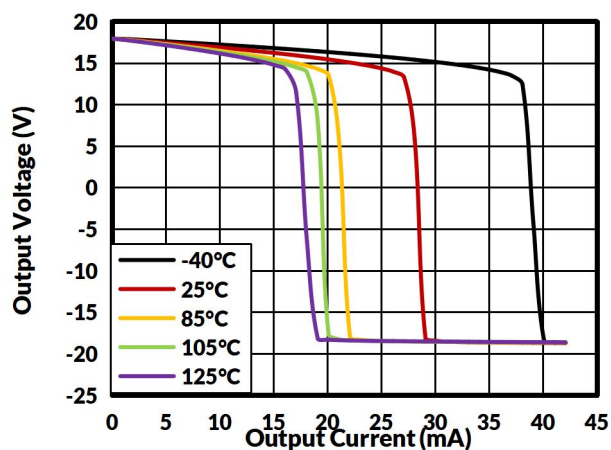
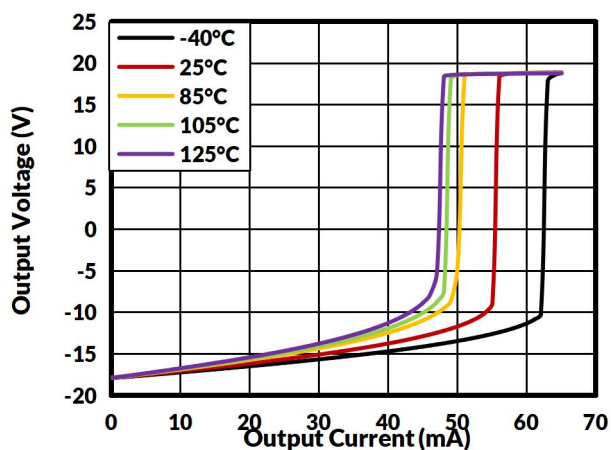

图 9. 正输出电压摆幅与输出电流
图 10. 负输出电压摆幅与输出电流
(1) 电气表值仅适用于所示温度下的工厂测试条件。工厂测试条件下，器件的自热效应非常有限。
(2) 25°C 下进行 100% 生产测试。工作温度范围内的限值通过统计质量控制 (SQC) 方法的相关性来确保。
(3) 典型值代表特性测定时确定的最可能的参数标准。实际典型值可能随时间变化，并取决于应用和配置。
(4) 总 V_{os} ，参考输入 = $(V_{osi}) + (V_{oso} / G)$ 。
(5) RTI = 参考输入。
(6) 不包括外部电阻 R_G 的影响。
(7) 参见典型特性曲线、输出电压摆幅与输出电流的关系（图 9 至图 10）。